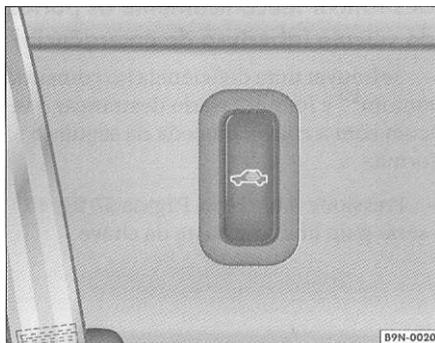

Fig. 42 Botão para desativação do sistema de monitoramento do compartimento interno
- Desligue a ignição e pressione o botão **f5ã**] => fig. 42, para desativar o monitoramento do compartimento interno. Acende-se uma luz no botão, até o veículo ser destrancado.